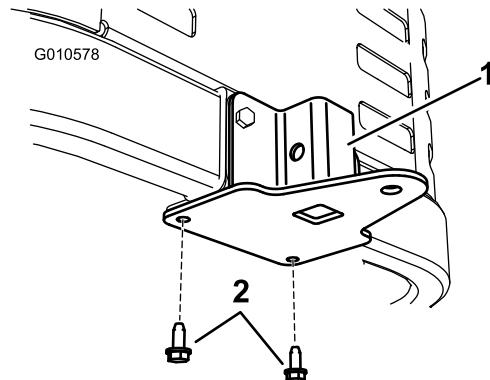

Figure 11
2. Fixez le support au bas et sous le cadre de la machine avec deux vis autotaraudeuses (5/16 x 3/4 pouce) comme illustré à la Figure 11.